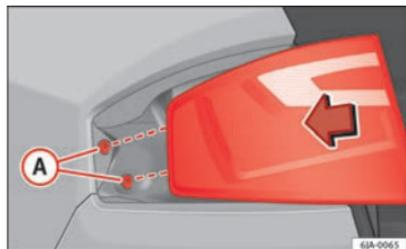

Fig. 166 Montar la unidad trasera
- Presione de la unidad de luz trasera hacia atrás (dirección marcha del vehículo) encajando las fijaciones en los casquillos de goma ⇒ fig. 166 (A).